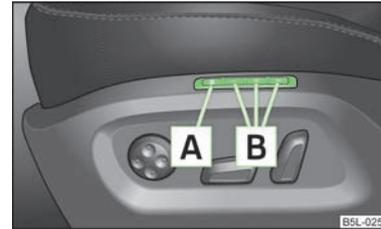

Abb. 44 Speichertasten und die SET-Taste
Die Memory-Funktion für den Fahrersitz bietet die Möglichkeit, die individuelle Fahrersitz- und Außenspiegelposition zu speichern. Jeder der drei Speichertasten **[B]** » Abb. 44 kann eine Einstellposition zugeordnet werden, d. h. insgesamt drei.
- Die Taste **[SET]** **[A]** » Abb. 44 drücken.
- **Memory-Tippautomatik:** Kurz die gewünschte Speichertaste **[B]** » Abb. 44 drücken. Der Sitz und die Außenspiegel werden automatisch in die abgespeicherten Positionen gefahren (das gilt nur, wenn die Zündung eingeschaltet und die Geschwindigkeit kleiner als 5 km/h ist).